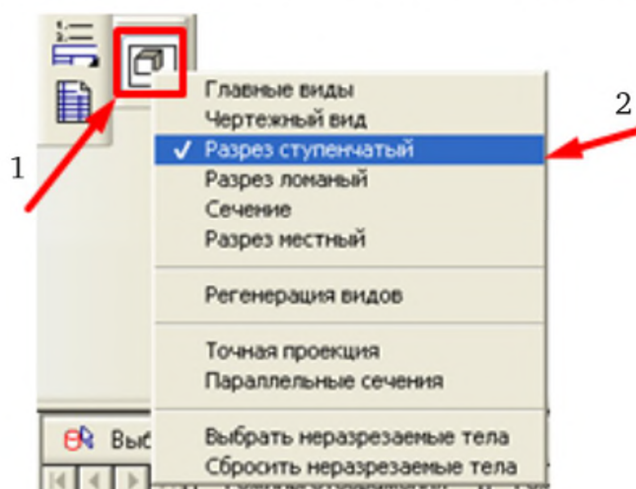

Рис. 5.6
1. Указанием курсора при нажатой левой кнопке «мыши» нажать и удерживать кнопку **Создание чертежных видов по 3D модели**  на вертикальной панели инструментов слева от рабочего поля. В дополнительном меню выбрать пункт **Разрез ступенчатый** (рис. 5.6).